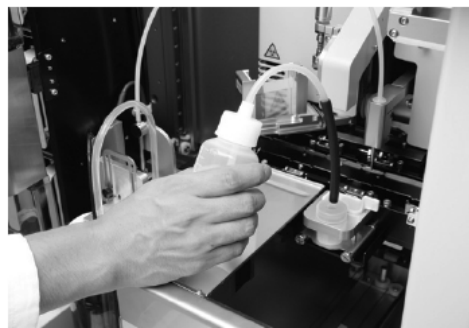

Figure 4-B
■ Réservoir de la pompe de distribution (Figure 4-C)